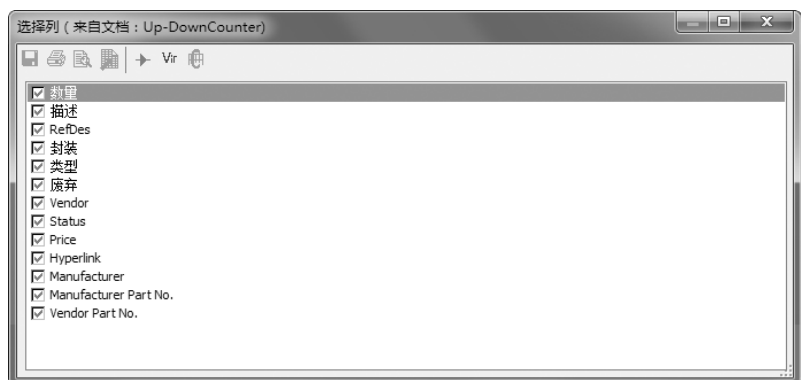

图 8-10 显示可见列
- 单击“选择可见列”按钮，显示原理图中所用元器件材料的可见参数类型，如图 8-10 所示勾选该类型的复选框，则显示该列，否则，不显示。